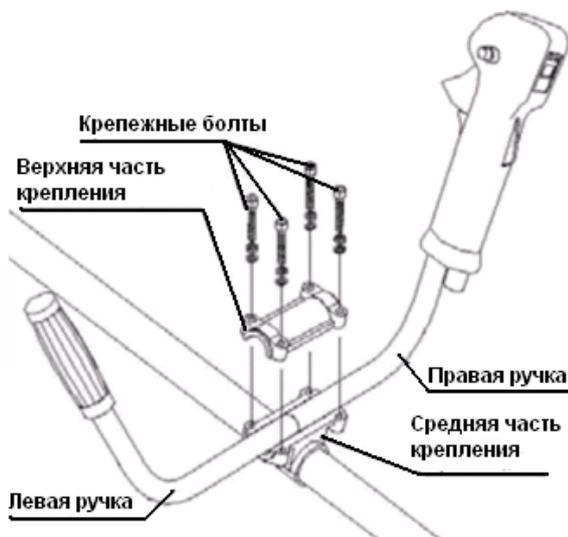

рис.2
- ✓ Скрепите верхнюю и среднюю часть крепления с помощью болтов. (рис.2)